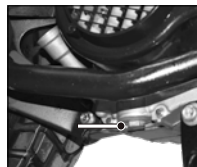

Imagen 15. Ubicación del tornillo de drenado de aceite.
5. Quitar el tornillo de drenado, ubicado debajo del motor, girándolo en el sentido contrario a las manecillas del reloj. Ver imagen 15.